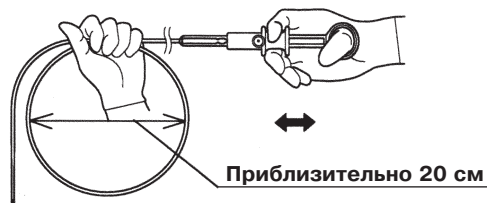

Рис. 1
1. Удерживая инструмент, как показано на рис. 1, сформируйте из вводимой части петлю диаметром приблизительно 20 см в диаметре.